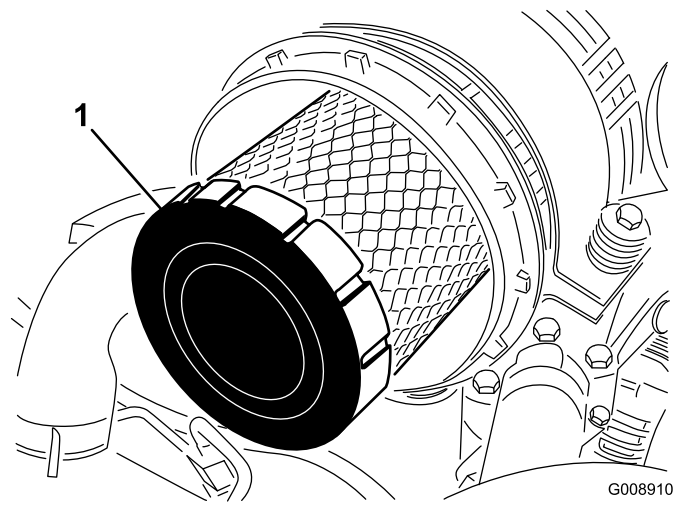

Figura 43
4. Retire e substitua o filtro primário (Figura 43).